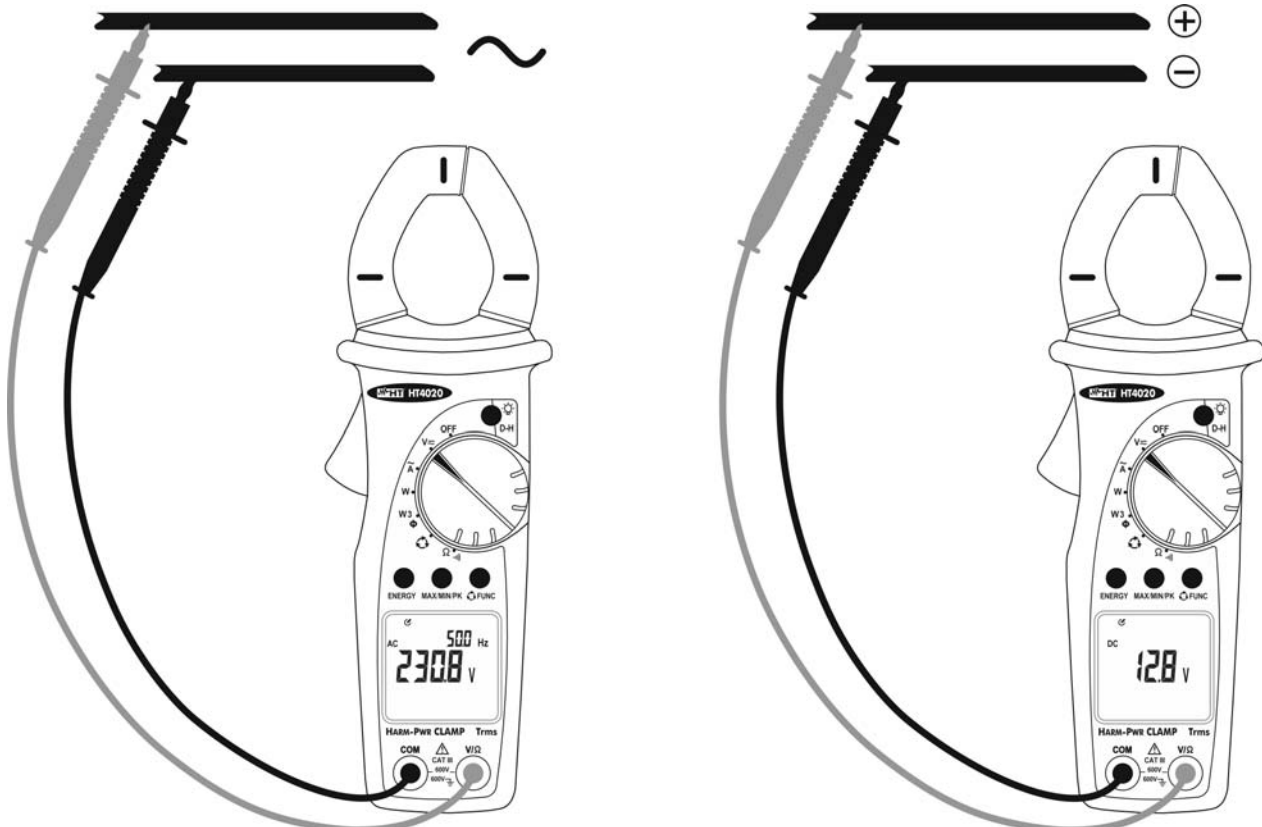

Fig. 4: Uso dello strumento per misura di tensione AC e DC
3. Posizionare i puntali nei punti desiderati del circuito in esame (vedere Fig. 4). Lo strumento seleziona inizialmente l'indicazione "DC" che automaticamente passa ad "AC" in caso di misura di tensione alternata. Il valore della tensione è mostrato a display e, per tensione AC, è mostrato anche il valore della frequenza sul display secondario
4. La presenza del simbolo "-" indica che la polarità della tensione DC è negativa (polarità invertite rispetto a quanto indicato in Fig. 4)